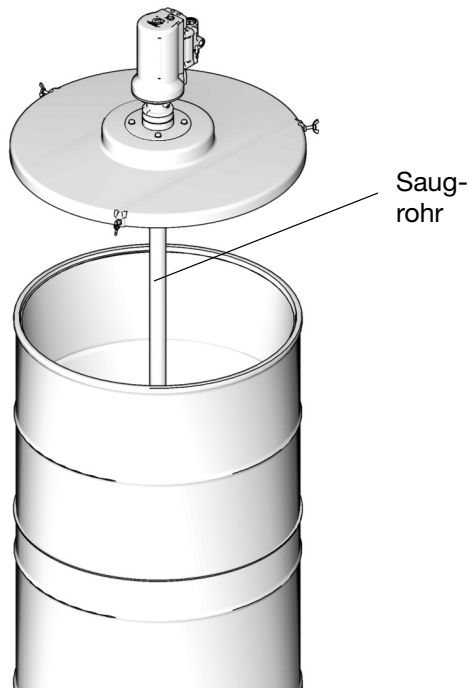

ABB. 28
- Das Ansaugrohr der Pumpe durch die Mitte der Gummitülle (15b) in die Folgeplatte einführen (15) (ABB. 28).